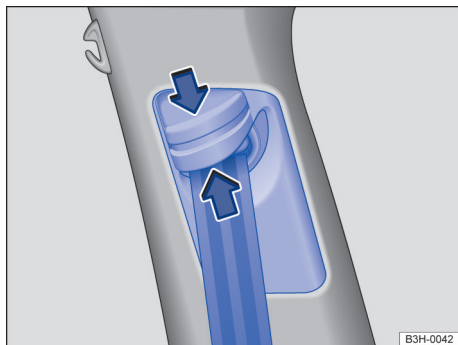

Fig. 31 Junto a los asientos delanteros: regulador de la altura del cinturón de seguridad.
- Presione el dispositivo de reenvío en el sentido de la flecha y manténgalo presionado → **fig. 31**.